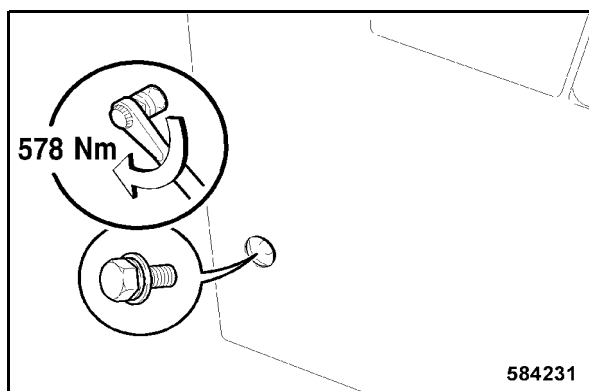

Fig. 216
- Serrer la vis de fixation arrière latérale droite à un couple de 578 Nm (Fig. 216).